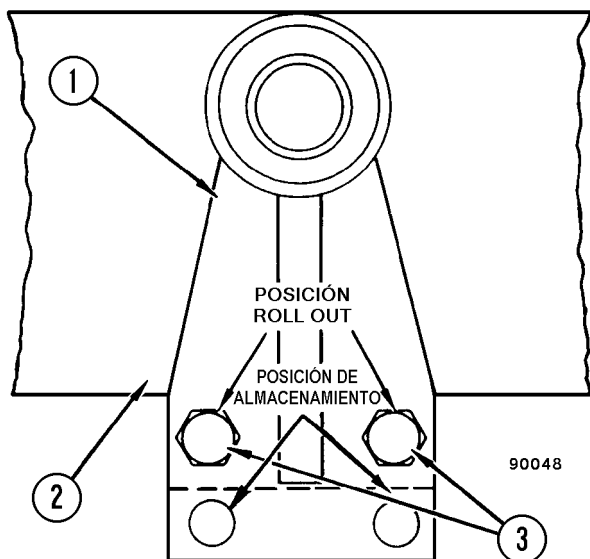

FIGURA 2-9. RODILLOS DEL SUBCHASIS
5. Coloque un gato bajo la parte trasera del módulo de potencia. Eleve la porción trasera del subchasis del motor e instale los rodillos del subchasis (vea la Figura 2-9). Baje la parte trasera del subchasis con cuidado hasta que los rodillos se apoyen en el riel guía del chasis principal.
NOTA: Los rodillos del subchasis se entregan en el grupo de herramientas del camión y se pueden instalar en la posición de almacenamiento después de usarlos, como se muestra en la Figura 2-9.
3. Inspeccione los rodillos del subchasis para verificar que giren libremente y estén en la posición «roll out» (rodar hacia afuera) (consulte la Figura 2-9).